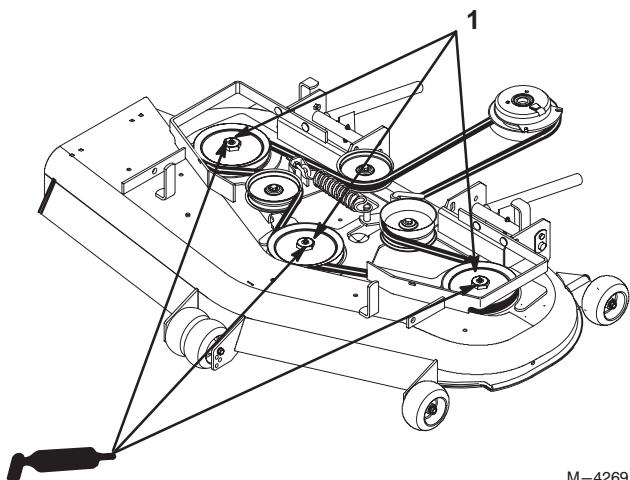

Figure 10
1. Lubrifiez les graisseurs des roulements des trois axes, jusqu'à ce que la graisse sorte par les joints inférieurs (Fig. 10).